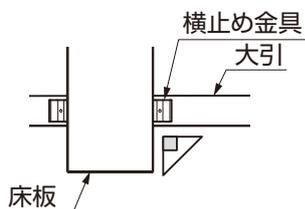

図4-8
①床板を大引に横止め金具と【7-1】で取付けてください。
- 大引と横止め金具が直角になるようにしてください。（図4-8参照）